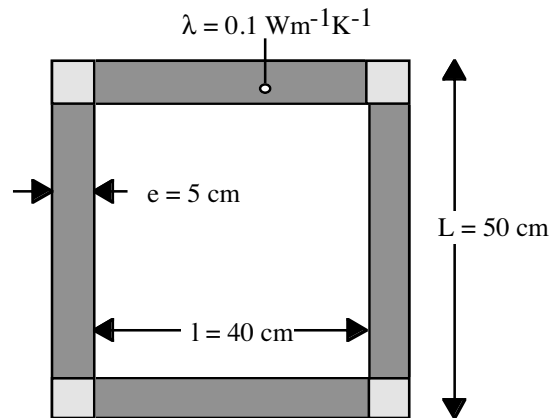

Figure 1 : section de l'étuve
On considère une étuve (figure1) c'est-à-dire une enceinte isolée thermiquement du milieu extérieur par un matériau de conductivité thermique : $\lambda = 0.1 \text{ W m}^{-1} \text{ K}^{-1}$. Cette étuve a la forme d'un cube de côté extérieur $L = 50 \text{ cm}$ et de côté intérieur $l = 40 \text{ cm}$.
2. Donner l'expression de la résistance thermique de conduction $R_{\text{th}}(\text{cond})$ de l'étuve sachant que l'on néglige les effets de bords indiqués sur la figure 1. Faire l'A.N.